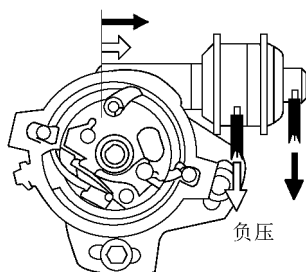

图 5-27 检查负压提前器是否动作
2) 将 E 形密封圈装到销子上，然后施加负压，检查负压提前器是否动作，如图 5-27 所示。